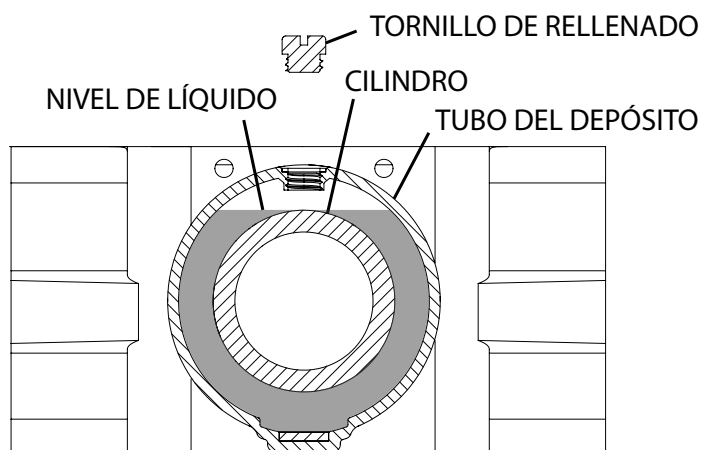

Figura 2
3. Extraiga el tornillo de rellenado del recipiente de la fuente de alimentación, según se ilustra en la figura 2. Revise por el agujero del tornillo de rellenado en el recipiente con el fin de ver que el nivel de líquido no esté más alto que la parte superior del cilindro adentro del recipiente. Podrá ser necesario agregar o extraer líquido según sea el caso,